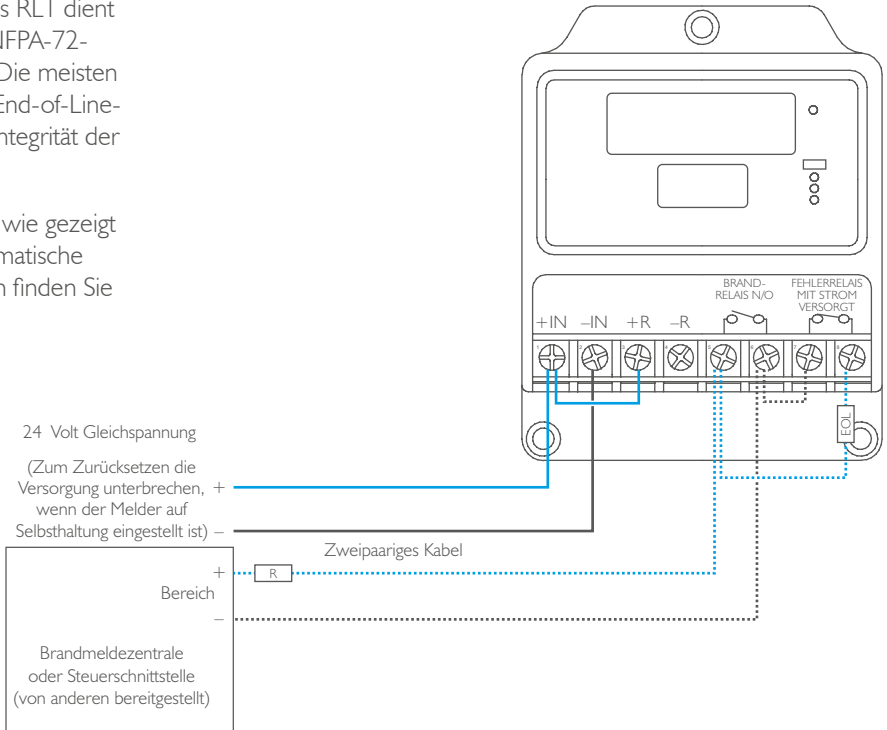

Abbildung 16. Anschlussplan Vierleiter – Einzelmelder
- 2) Spannungsfreie Kontakte von zwei internen Relais RL1 (Feuer) und RL2 (Störung oder Voralarm). Mithilfe der in einer Vierleiterkonfiguration angeschlossenen Relaiskontakte kann der Melderstatus an die Steuerausüstung zurückgemeldet werden – siehe Abbildung 16.